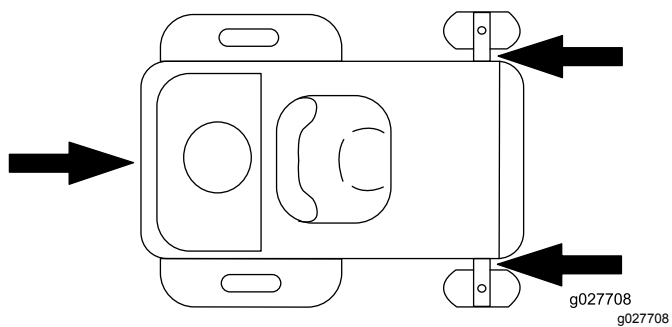

Figure 42
- Arrimez la machine près des roues pivotantes avant et du pare-chocs arrière à l'aide de sangles, chaînes, câbles ou cordes (Figure 42). Reportez-vous à la réglementation locale concernant les exigences d'arrimage.